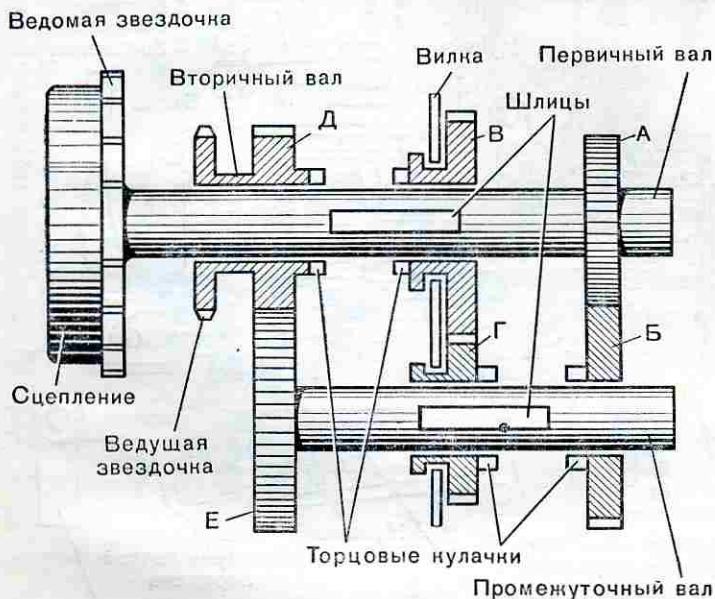

Рис. 81. Схема коробки передач мотоцикла
**Коробка передач.** У мотоцикла коробка передач обычно имеет три или четыре передачи, одна из которых является прямой (рис. 81—83).
Наибольшее распространение получили коробки передач, имеющие две подвижные шестерни (рис. 81), которые